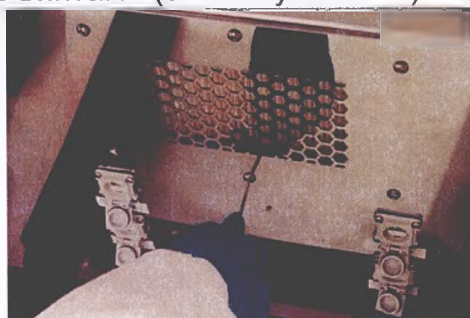

Рисунок 8.12 Блок фильтрации в сборе
8. Установить обратно блок фильтрации и закрепить его с внутренней стороны вытяжки шестью винтами (см. Рисунок 8.12).